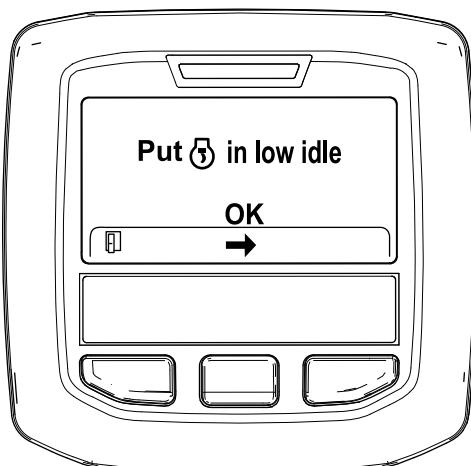

Figura 30
6. Spostate il comando dell'acceleratore in posizione di MINIMA INFERIORE e premete il pulsante centrale (Figura 30).